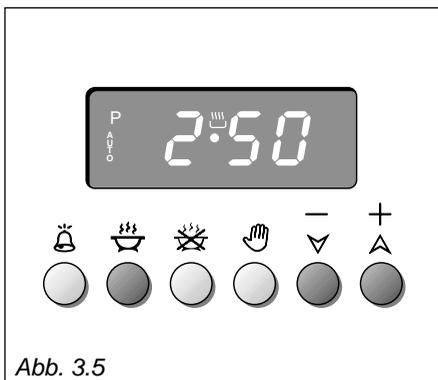

Abb. 3.5
AUTOMATISCHES GAREN IM BACKOFEN (Abb. 3.5 - 3.6)
1. Gardauer durch drücken der Taste  und der Taste  (\oplus) oder  (\ominus) einstellen (Abb. 3.5). (Taste  (\oplus) erhöhen, Taste  (\ominus) verringern).